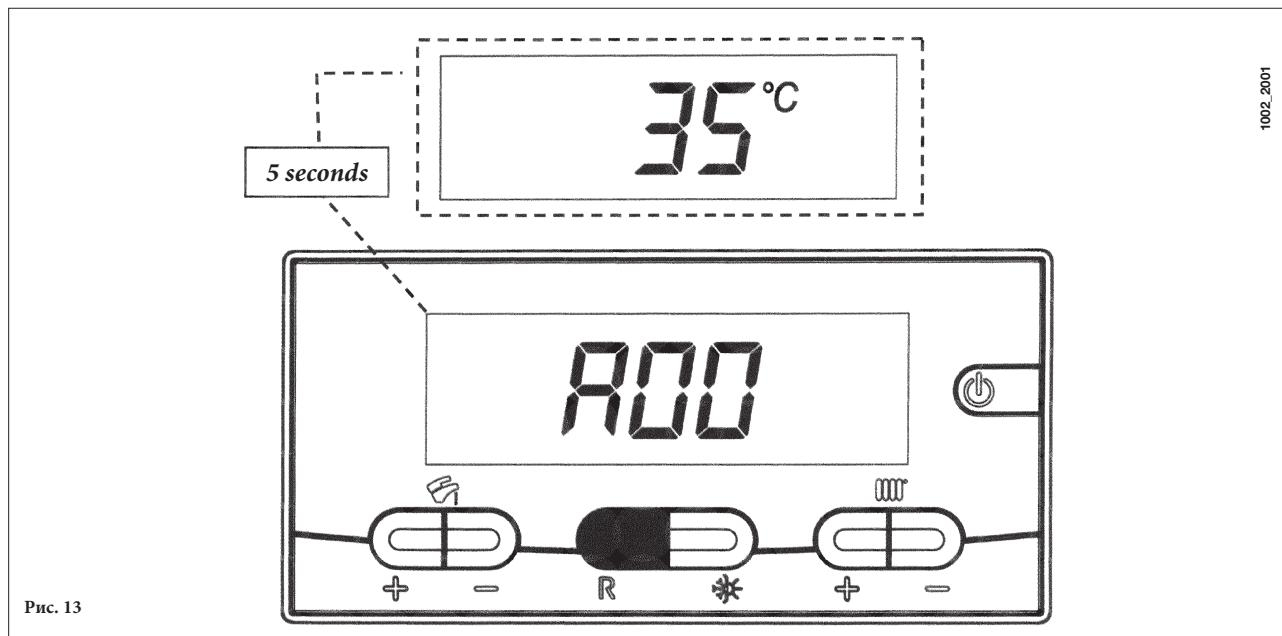

Рис. 13
- Нажать кнопку **(R)** в течение более 6 сек. На дисплее высветятся символы “A00” (...“A07”), чередующиеся с показаниями значения величины (например, см. рис. 13);